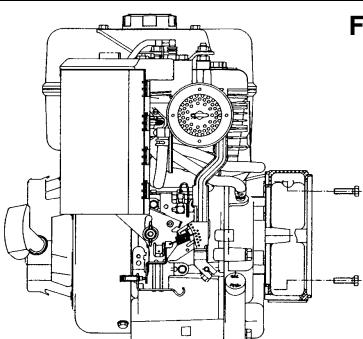

Fig. 1
-) Montare il coperchio anteriore sul motore fissandolo con le apposite viti e applicando una coppia di serraggio di $48\pm7\%$ Nm se si impiegano viti M10 o $21\pm7\%$ Nm nel caso di viti M8 (fig. 1).
-) Mount the front cover on the motor, by fixing it with the proper screws and by applying a tightening torque of $48\pm7\%$ Nm if M10 screws are used or $21\pm7\%$ Nm if M8 screws are used (fig.1).
-) Monter le couvercle avant sur le moteur en la fixant avec les vis prévues à cet effet et en appliquant un couple de serrage de $48\pm7\%$ Nm si on utilise des vis M10 ou de $21\pm7\%$ Nm en cas de vis M8 (fig.1).
-) Den vorderen Deckel auf den Motor setzen und ihn mit Hilfe der entsprechenden Schrauben und einem Anzugsmoment von $48\pm7\%$ Nm festziehen, wenn Schrauben M10 verwendet werden, oder aber mit einem Anzugsmoment von $21\pm7\%$ Nm bei Verwendung von Schrauben M8 (Abb. 1).
-) Monte la tapa anterior encima del motor sujetándola con sus tornillos y aplicando un par de torque de $48\pm7\%$ Nm si utiliza tornillos M10, o de $21\pm7\%$ Nm si utiliza tornillos M8 (fig.1).